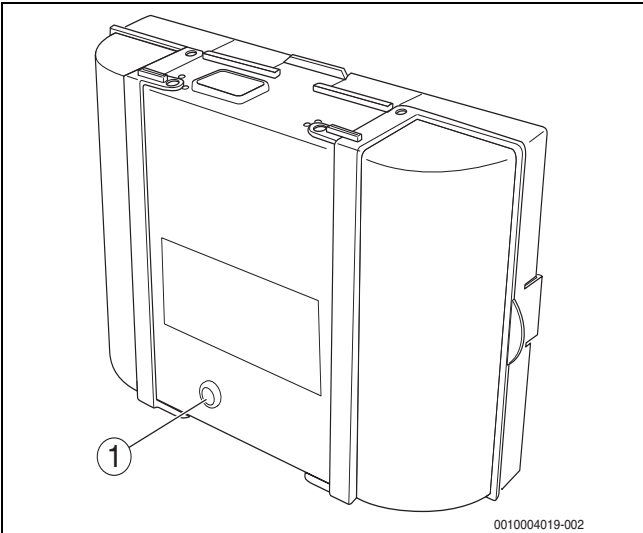

Fig. 84 Remise à zéro des défauts sur l'automate de combustion
- Appuyer sur la touche de «réarmement» sur le coffret de contrôle de combustion (→ fig. 84).